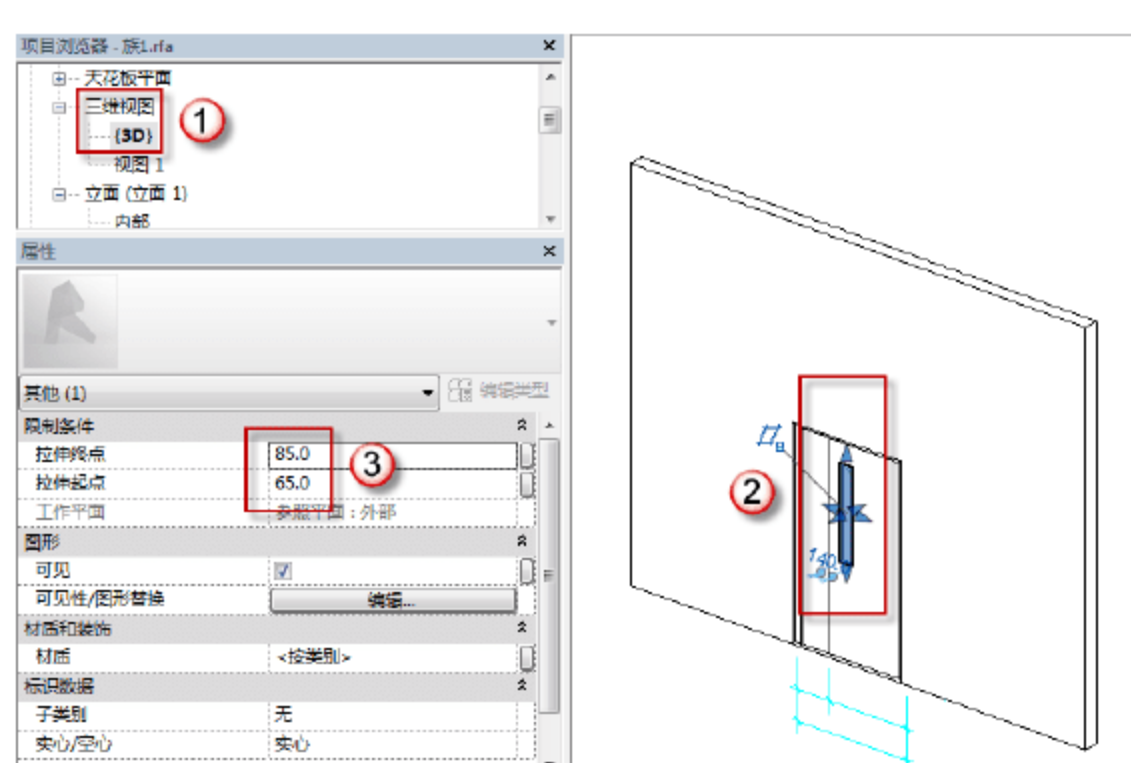

图 6.2.25 FM1534 乙上部窗户玻璃的位置及厚度
(23) 修改 FM1534 乙上部窗户玻璃的位置及厚度。选择“项目浏览器”中的“立面（立面1）”→“{3D}”选项，可以进入窗洞的 3D 视图。选择绘制好的玻璃，打开“属性”面板，在“拉伸终点”中输入“85”字样，在“拉伸起点”中输入“65”字样，如图6.2.25所示。